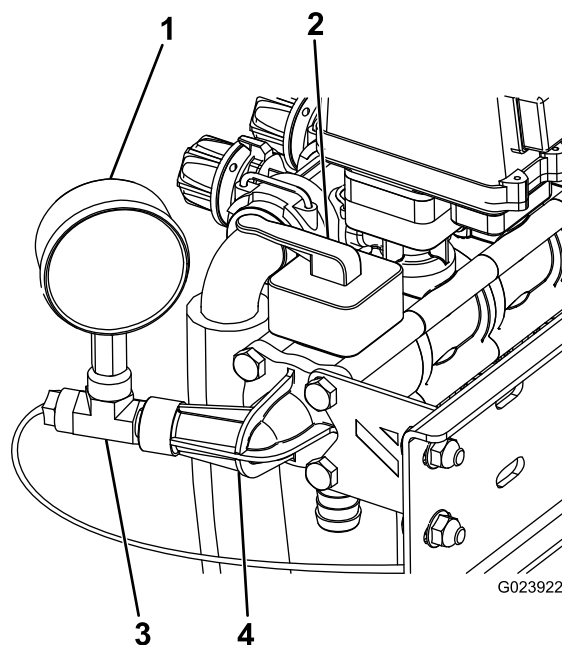

Bild 11
3. Befestigen Sie den O-Ring, das neue Regelventil und den vorher entfernten Druckmanometeranschluss sowie die Stabilisierungshalterung mit vier langen Schrauben, siehe Bild 11.